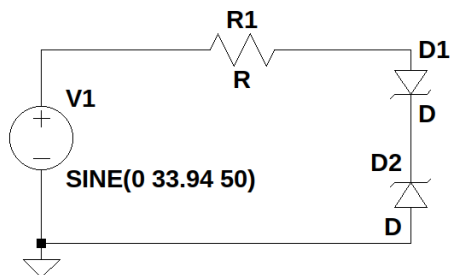
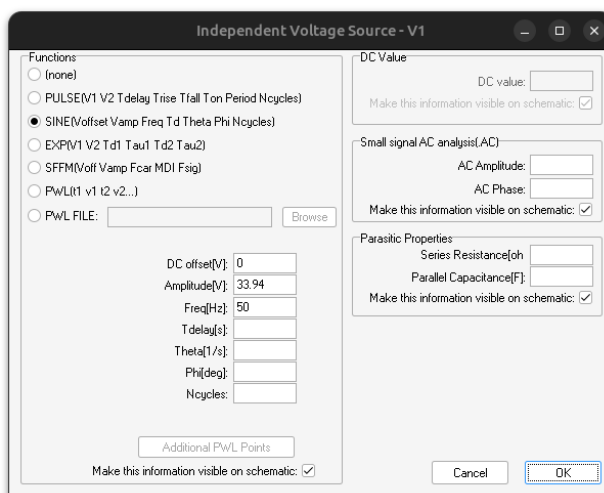

Figura 16: Recortador con diodos zener, modelo 1.
Figura 17: Configuración para fuente senoidal.
1. Para ello se procederá a implementar el circuito de la figura 16, tenga que cuenta que para configurar la fuente senoidal V1 tiene que hacer click con el boton derecho del mouse en el componente y luego seleccionar la opción **Advanced**, se abrirá un cuadro emergente (figura 17) donde se configurarán los siguientes valores: **Functions** → **SINE**, **DC offset [V]: 0**, **Amplitude [V]: 33.94**, **Freq [Hz]: 50**.